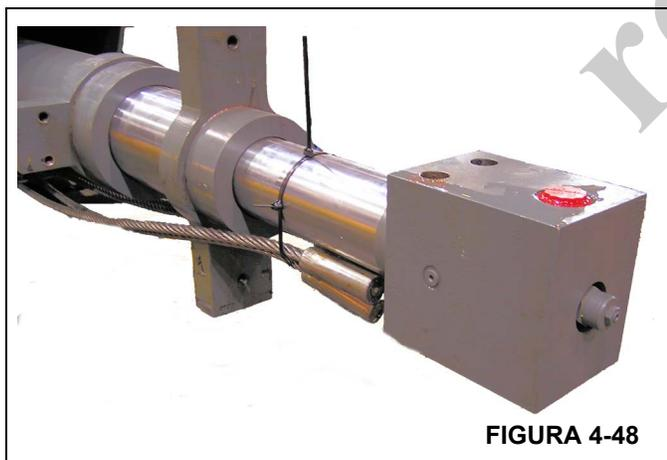

FIGURA 4-48
5. Para auxiliar a instalação da seção volante na seção intermediária externa, coloque lubrificante às área de contato das placas de desgaste da seção volante e fixe os cabos de extensão no cilindro telescópico. (Figura 4-48)
- a. Gire o bloco de entradas como mostrado na Figura 4-48.